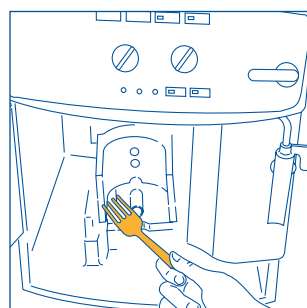

Fig.30
- rengør omhyggeligt maskinens indvendige dele. For at fjerne kafferester, der sidder fast i de indre dele, benyt en trægaffel eller en plastikgaffel (fig. 30) og **støvsug derefter alle resterne med en støvsuger** (fig. 31);